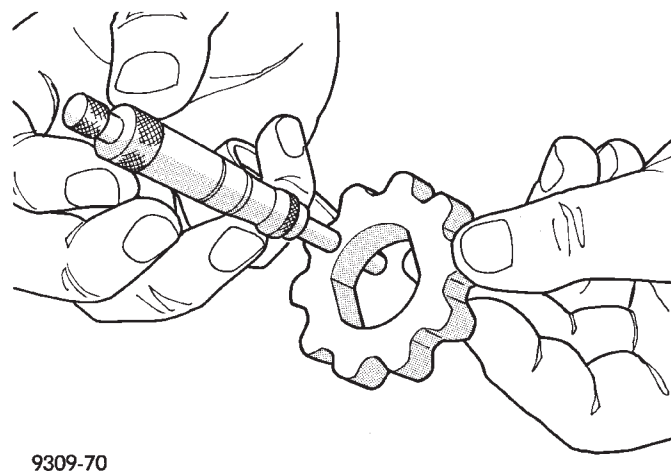

Abb. 95 Stärke des Innenrotors messen
(4) Beträgt die Stärke des Innenrotors maximal 9,474 mm (0,373 Zoll), so muß er ausgetauscht werden (Abb. 95).